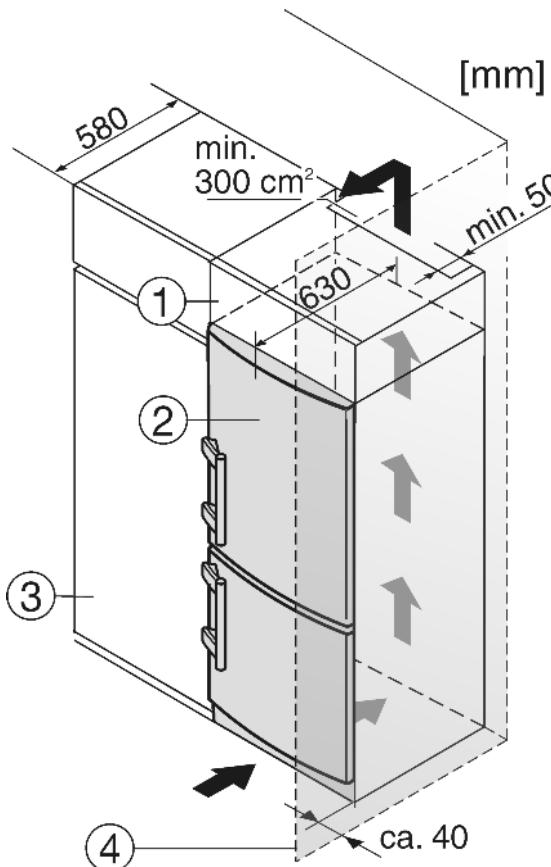

Fig. 9
- (1) Дополнительный шкафчик
(2) Устройство
- (3) Кухонный шкаф
- (4) Стенка
Устройство может быть окружено предметами кухонной обстановки. Чтобы уравнять устройство Fig. 9 (2) по высоте с кухонной стенкой, можно установить над устройством соответствующий дополнительный шкафчик Fig. 9 (1).
При комбинировании с обычными кухонными шкафами (глубина макс. 580 мм) устройство можно установить непосредственно рядом с кухонным шкафом Fig. 9 (3). Дверь устройства выступает по сторонам на 34 мм и по центру устройства на 50 мм относительно передней стенки кухонного шкафа. Поэтому ее можно свободно открывать и закрывать.
Если устройство установлено на шарнирах у стены Fig. 9 (4), то расстояние между устройством и стеной должно быть не менее 40 мм. Настолько выступает ручка при открытой дверце.